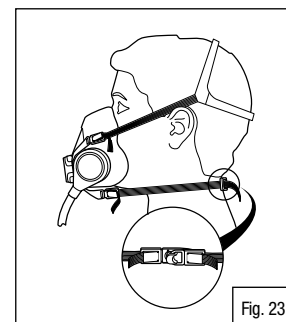

Fig. 23
3. Segure as tiras da base com ambas as mãos, coloque as tiras em torno da nuca e prenda-as. (Fig. 23)